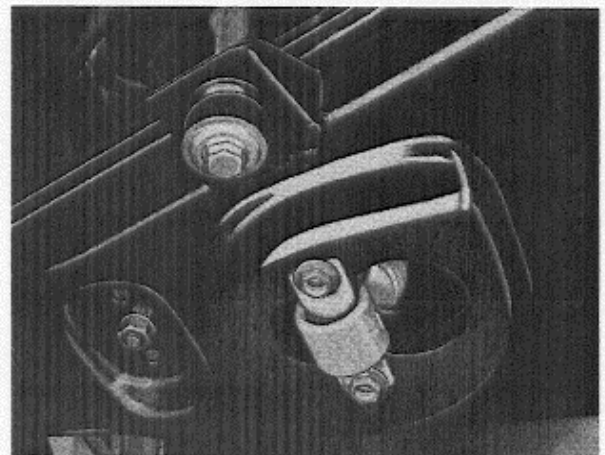

Abb. 8 Untere Befestigung, vorderer Stoßdämpfer
Die untere Befestigung (Abb. 8) besteht aus einer
2. Die beiden unteren Befestigungsschrauben (Abb. 8) auf der Unterseite des unteren Querlenkers lösen und Stoßdämpfer herunternehmen.
3. Scheibe (7), Distanzhülse (2) und Gummibuchse (1) einbauen.